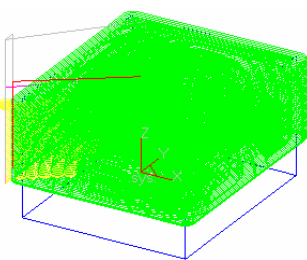

图 8-171 生成刀具轨迹
10) 单击鼠标右键确认以后系统开始计算，稍后生成图 8-171 所示轨迹。